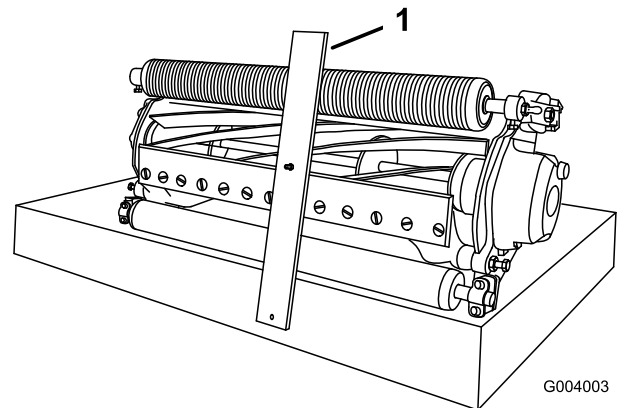

图16
2. 将剪草高度调刀尺的螺栓头钩在底刀刀刃的右侧并将调刀尺的后端放到滚筒后部上 图16。